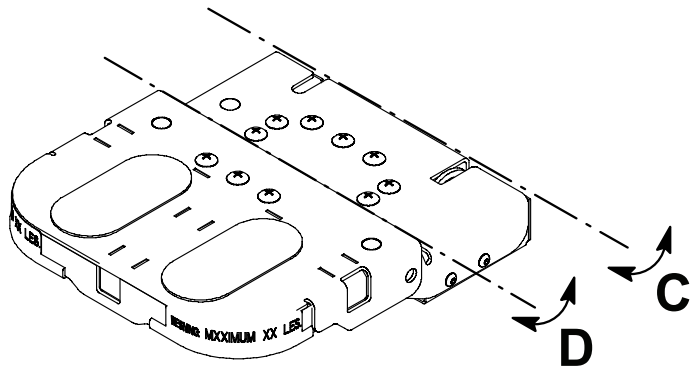
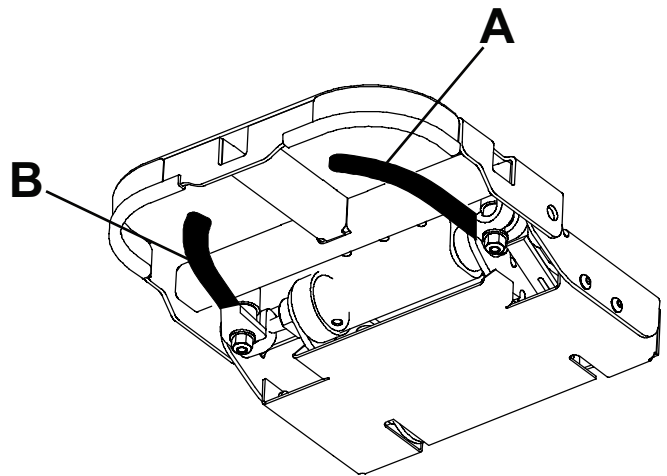

Figura 4 – Gire la pieza de la cabeza
Figura 5 – Posiciones de las asas
- El asa (A) (Figura 5) libera uno de los pasadores y gira la pieza de la cabeza en torno al eje (C) (Figura 4).
- El asa (B) (Figura 5) libera el otro pasador y gira la pieza de la cabeza en torno al eje (D) (Figura 4).